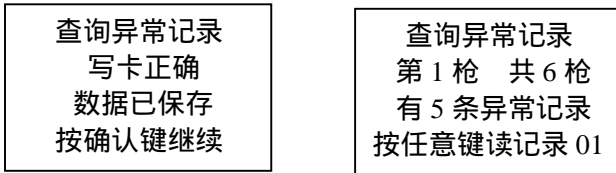

图 6-3-15 数据已保存提示信息 图 6-3-16 异常记录提示信息
- (4) 按“返回”键, 放弃保存数据到检定卡跳到 (5); 按“确认”键, 异常记录信息将保存到检定卡中 (图 6-3-15)。